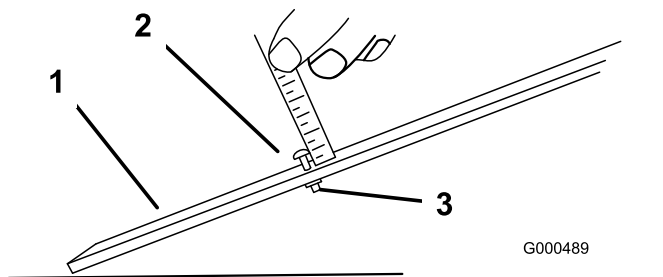

Figure 13
- Desserrez l'écrou du gabarit et tournez la vis de réglage de manière à obtenir la hauteur de coupe voulue (Figure 13).